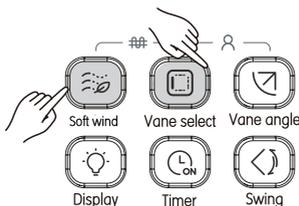

Рисунок 3.20
1. Одновременно нажмите  и , чтобы включить дополнительный электронагреватель (см. Рис. 3.20). На экране появится значок ;